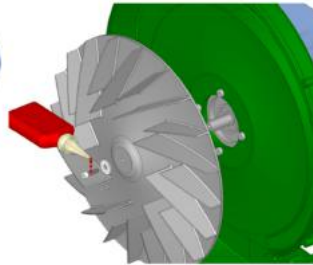

FIGURA 4
2. Fissare la ventola Ø310 all'albero del motore elettrico, utilizzando n°1 vite M5 TCEI UNI 5931 e rondella UNI 6593 (bulloneria fornita) con coppia max 8Nm. Si raccomanda l'utilizzo di frenafilletti sulla vite per un bloccaggio più efficace (Loctite 270 o similare) (FIGURA 4);